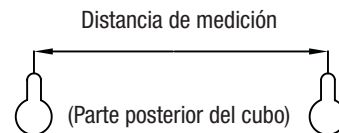

Figura 1
**PASO 2:** Dibuje una línea en la pared con un nivelador para determinar las ubicaciones de los orificios de los tornillos. Mida la distancia que se necesitará entre los tornillos para montar el Cubo de pared. Marque las posiciones de los tornillos en las ubicaciones que desea como se muestra en la **Figura 1**.